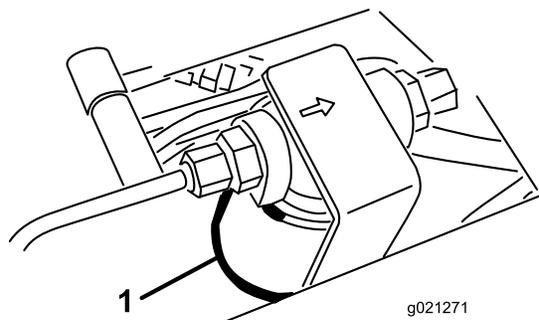
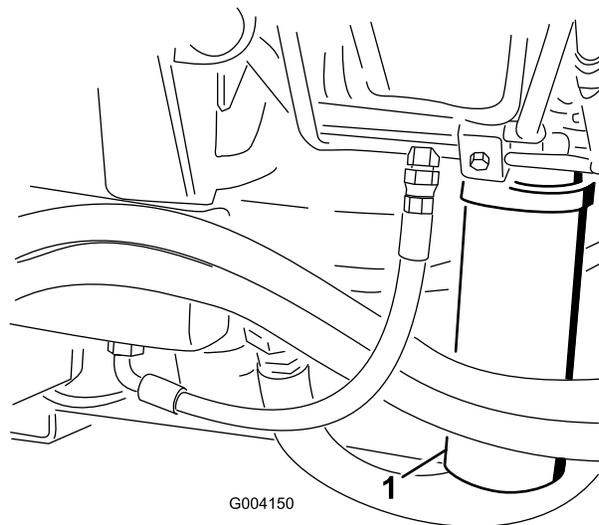

Figura 92
Figura 93
- Limpe a área à volta da área de montagem do filtro e coloque um recipiente de drenagem por baixo do filtro (Figura 92) e (Figura 93).